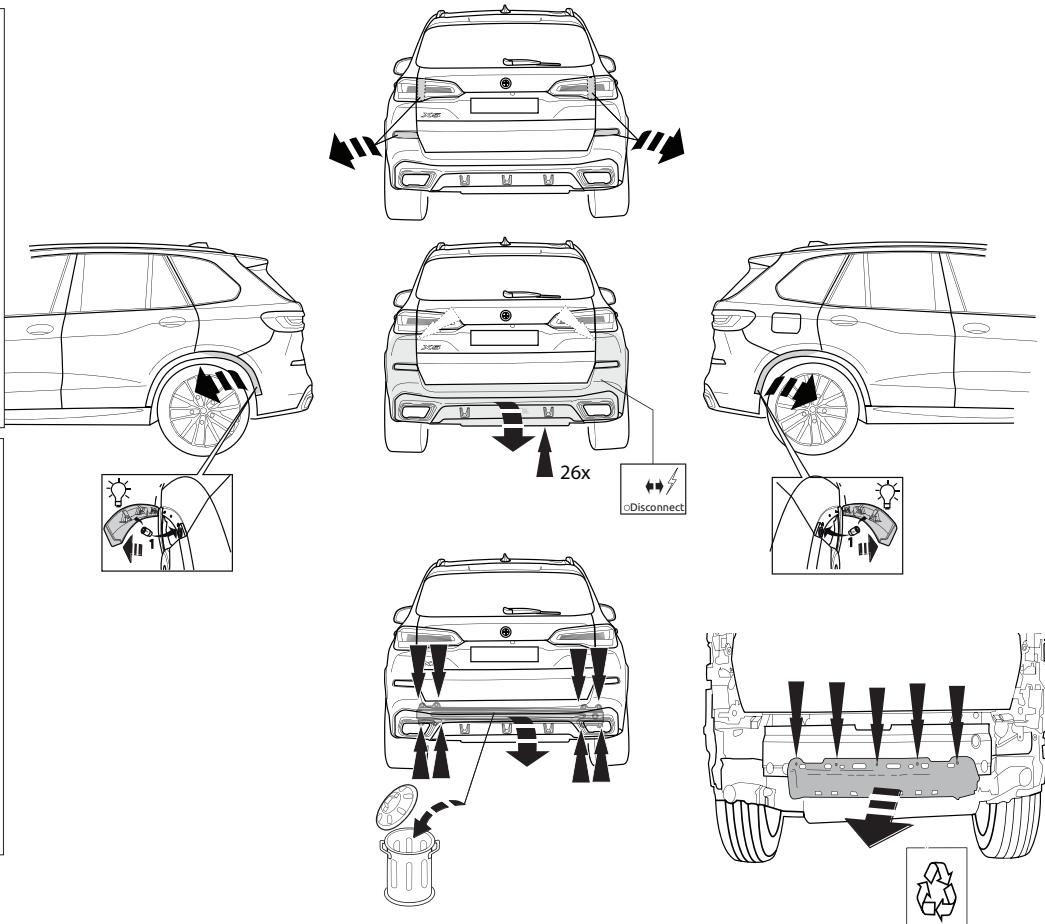

Fig.1
1. Снять бампер вместе со стальным буферным бруском автомобиля буферный брус больше не понадобится (см. рис. 1).